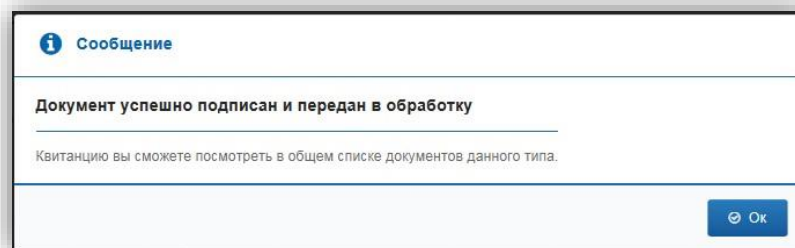

Рисунок 94 – Документ успешно подписан и передан в обработку
– Форма подписи документа закрывается, и отобразится окно с сообщением об успешном выполнении задания. Чтобы закрыть данное окно, нажмите кнопку «Ок» (рис. 94).